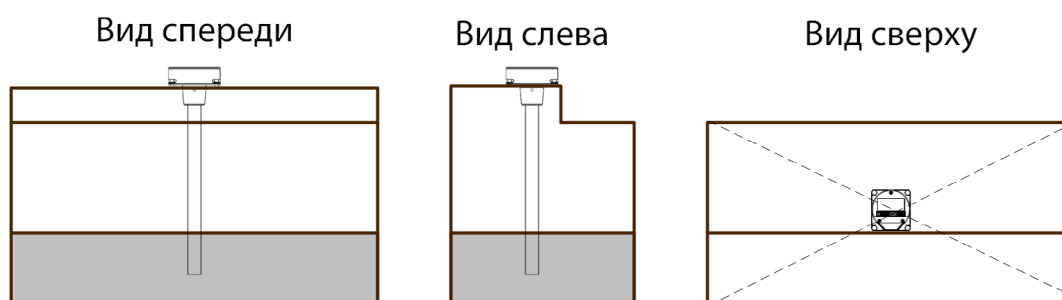

Рисунок 1. Выбор места установки датчика Omnicomm LLS
- Место установки должно быть максимально приближено к геометрическому центру бака и являться самым глубоким местом в баке (Рисунок 1).